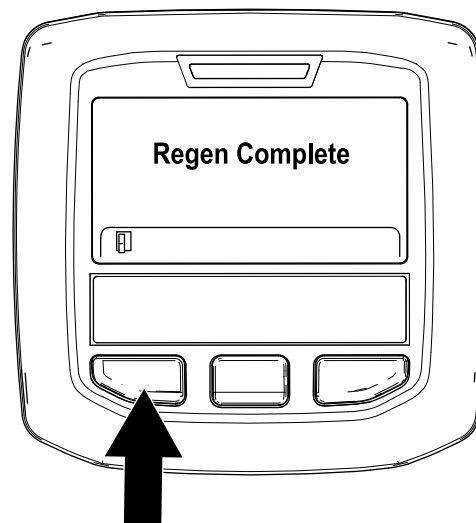

Figura 57
9. La regeneración con la máquina aparcada ha finalizado cuando se muestra el mensaje “Regen Complete” (Regeneración completada) en el InfoCenter. Pulse el botón de la izquierda para salir a la pantalla de inicio (Figura 57).